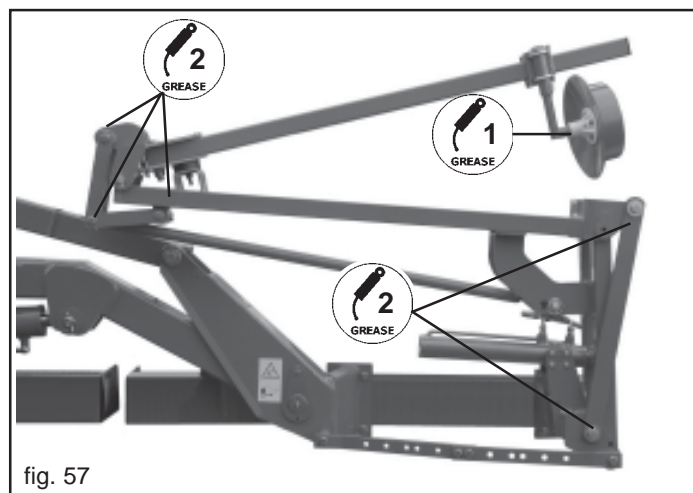

fig. 57
- Graisser le pivot des disques à tracer (1, Fig. 57).
- Graisser le pivot du bras à tracer (2, Fig. 57).